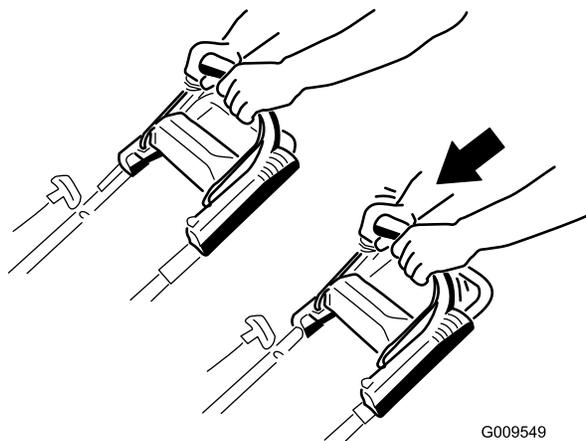

**Figure 13**
2. Appuyez sur le bouton de démarrage électrique (Figure 12) (modèle à démarrage électrique uniquement) ou tirez la poignée du lanceur (Figure 13).
(Figure 13). Laissez le lanceur se rétracter lentement jusqu'à la poignée.